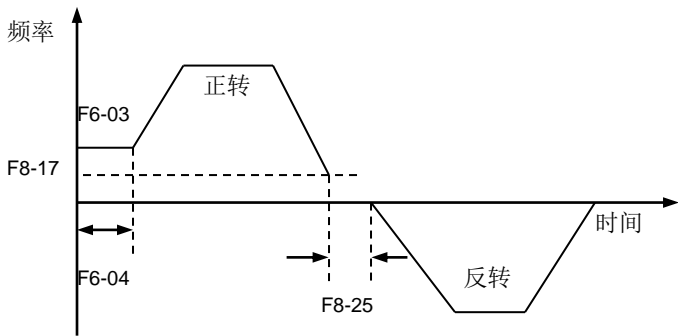

图 6-30 正反转死区时间
- 变频器转向发生改变时，输出频率在 0Hz 处的过渡时间。如图 6-30 所示。